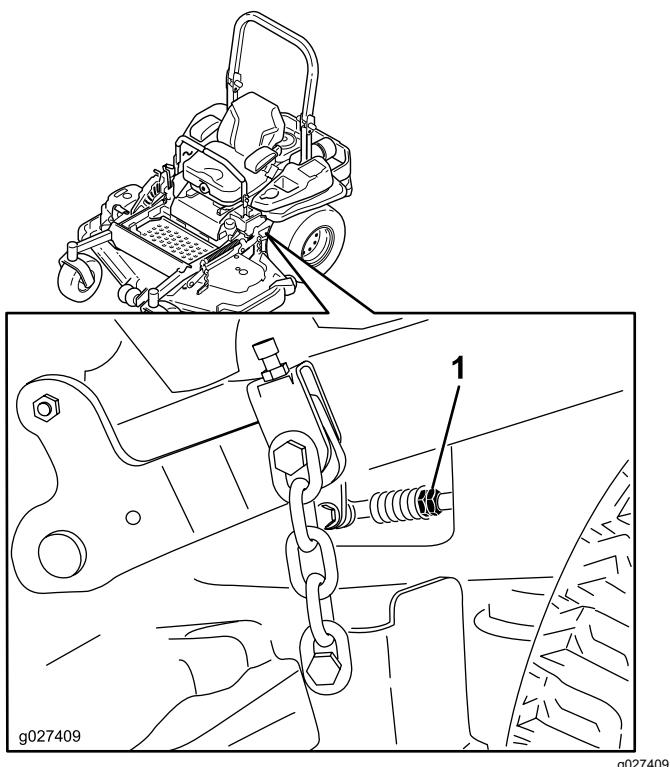

Figura 107
- Ajuste la longitud de las varillas de control de las bombas girando las tuercas dobles de la varilla en el sentido apropiado, hasta que las ruedas se muevan ligeramente en marcha atrás (Figura 107).